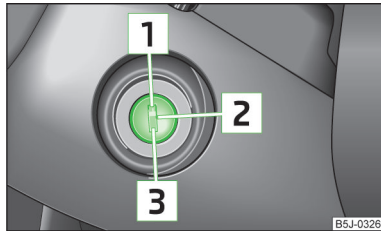

Abb. 105
- Während der Fahrt mit stehendem Motor muss der Zündschlüssel immer in der Stellung **[2]** » **Abb. 105 auf Seite 107** (Zündung eingeschaltet) sein. Diese Stellung wird durch das Aufleuchten von Kontrollleuchten angezeigt. Wenn das nicht der Fall ist, könnte es unerwartet zur Verriegelung der Lenkung kommen - es besteht Unfallgefahr!
- Der Anlasser darf nur dann betätigt werden, wenn der Motor und das Fahrzeug steht. Wird der Anlasser bei laufendem Motor betätigt **[3]** » **Abb. 105 auf Seite 107**, kann der Anlasser bzw. der Motor beschädigt werden.
Benzinmotoren » Abb. 105
Dieselmotoren » Abb. 105
Wenn die **Lenkung gesperrt ist** und der Schlüssel sich nicht oder nur schwer in die Position **2** » Abb. 105 drehen lässt, dann ist das Lenkrad etwas hin und her zu bewegen - die Lenkungsverriegelung wird dadurch entriegelt.
- Die Zündung einschalten **2** » Abb. 105 auf Seite 107.
» Abb. 105 auf Seite 107.